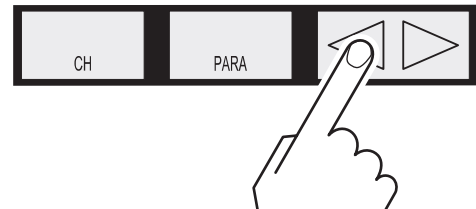

Abb. 4-5 Taste DOWN 1 Sekunde lang drücken
- 2 Halten Sie die Taste DOWN etwa 1 Sekunde lang gedrückt. Siehe Abb. 4-5, 17.